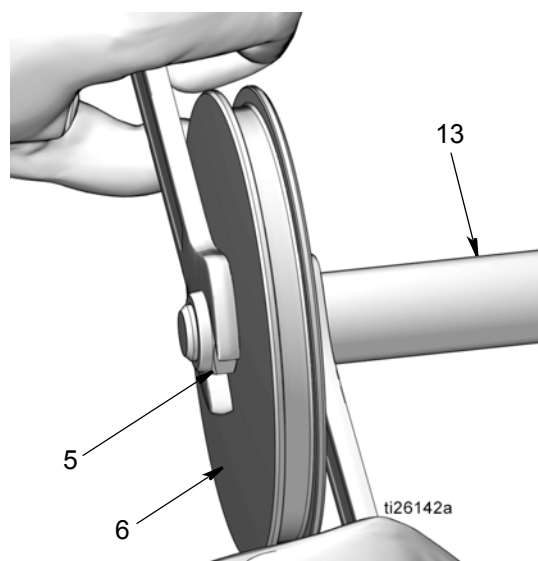

FIG. 49
- d. Monte la tuerca (5) en el extremo del vástago del pistón (13). Utilice dos llaves, trabajando en direcciones opuestas, para apretar la tuerca. Fije una llave de boca en la parte plana del vástago del pistón y con la otra llave apriete la tuerca (5) como se observa en FIG. 49.